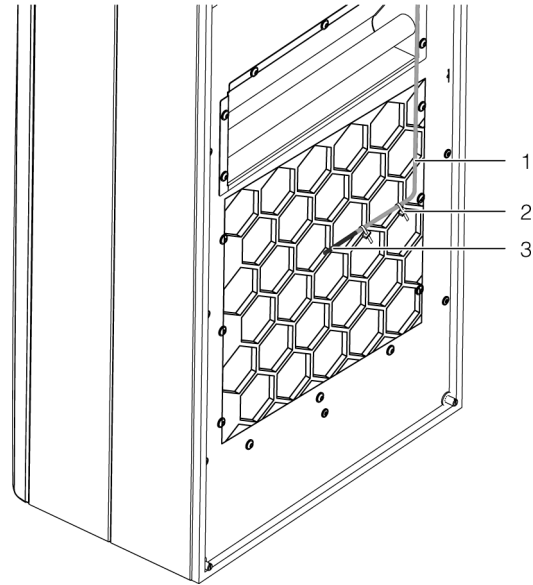

Abb. 23: Temperaturfühler vor Kaltluftaustritt (beispielhafte Darstellung)
- Bringen Sie den Temperaturfühler mittig vor dem Kaltluftaustritt des Kühlgeräts an (Abb. 23).